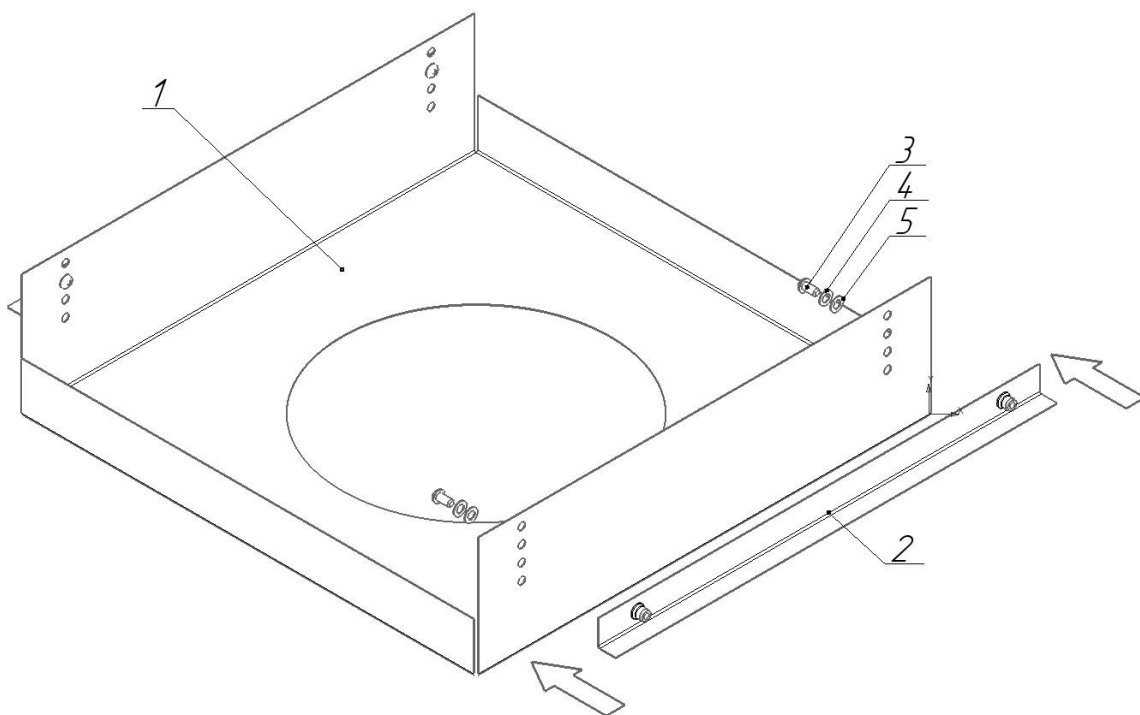

Рисунок 4 - Схема установки светильника в потолок Грильято
5.3.1 Прикрутите уголки к креплению Грильято (см. рисунок 4).